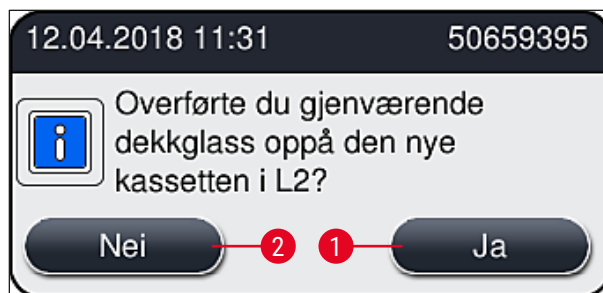

Fig. 63
8. Etter å ha lukket dekslet får brukeren spørsmål om hvorvidt det gjenværende dekkglasset har blitt satt inn i den nye dekkglasskassetten (→ Fig. 63). Hvis dette er tilfelle, bekrefter du informasjonsmeldingen med **Ja** (→ Fig. 63-1). Hvis ingen dekkglass har blitt satt inn, må du bekrefte informasjonsmeldingen med **Nei** (→ Fig. 63-2).